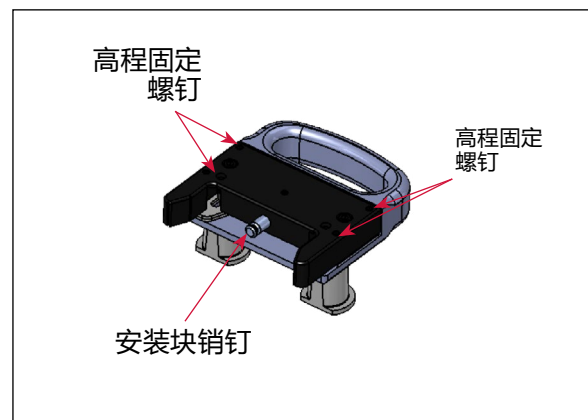

图 37
4. 使用 (4) 高程固定螺钉 (可在安装块找到) 通过 $\frac{1}{8}$ 英寸艾伦扳手 (已提供) 调整安装块销钉的高度 (图 37)。